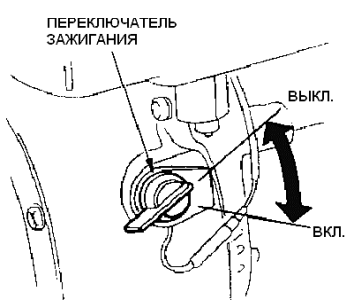

Рисунок 4.
**Выключатель зажигания (рисунок 4)** - контролирует систему зажигания двигателя. Переключатель зажигания должен находиться в положении «ВКЛЮЧЕНО», чтобы запустить двигатель. Установка выключателя зажигания в положение «ВЫКЛЮЧЕНО» остановит работу двигателя.